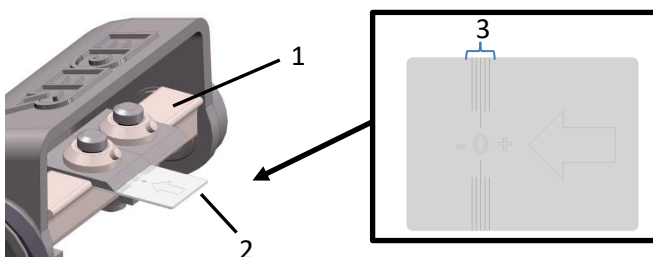

Fig. 5: Still inn kniven
- > Skyv innstillingsmalen (2 – fig. 5) i pilens retning under kniven frem til barkingsvalsen (1 – fig. 5).
**OBS:** Knivens barkingskant skal befinne seg i det markerte området (3 – fig. 5).